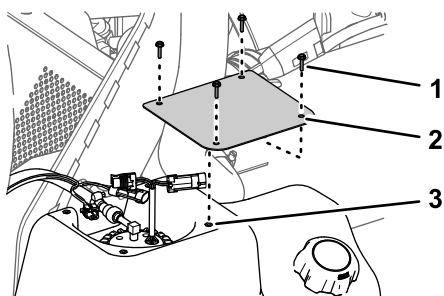

Figure 86
1. Fixez le couvercle sur le réservoir (Figure 86) au moyen des 4 vis (n° 10 x 3/4 po) retirées à l'opération 2 de Dépose du couvercle de la pompe à carburant (page 65).